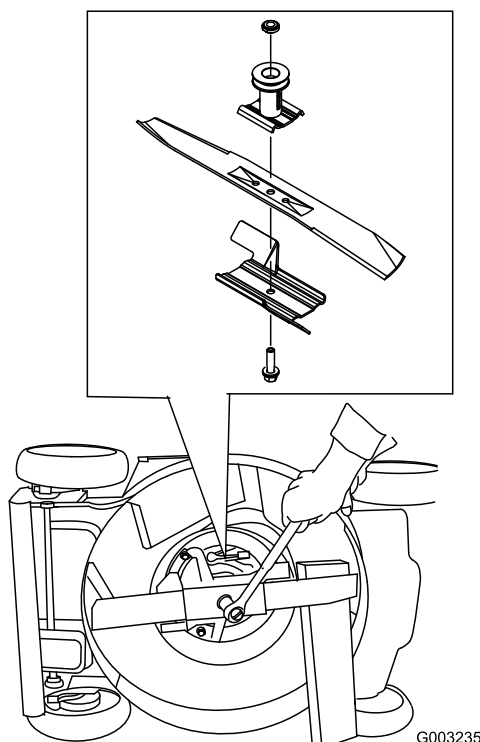

Figura 28
3. Utilice un bloque de madera para inmovilizar la cuchilla (Figura 28).